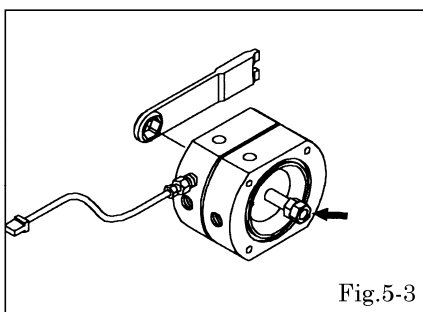

Fig.5-3
- ・ダブルナットを使用して反対側のナットを外し、センターロッドからセンターディスク、ダイアフラムを取り外す。〔Fig.5-3〕